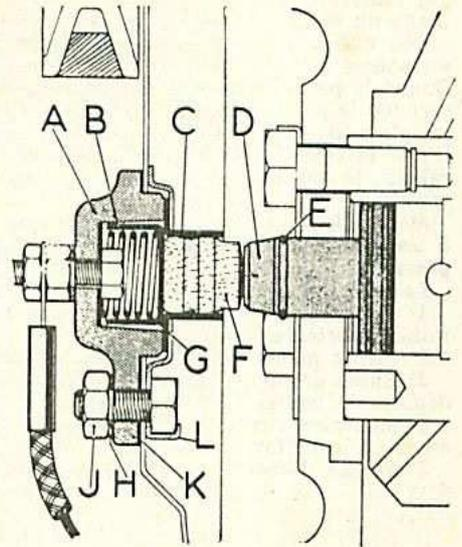

Fig. 6. — Détail de montage du mano-contact
Lorsqu'on établit le contact d'allumage, le piston compensateur (D) (fig. 6) est en position de repos, c'est-à-dire en retrait de l'arbre à cames. Le plot mobile de contact (B) poussé par le ressort (G) établit le circuit à la masse
3° A la butée de piston (F) qui peut être coincée dans le plot fixe de contact (C) (fig. 6). Dans ce cas, déposer le boîtier de mano-contact.
• Débrancher la fiche du fil de mano-contact, située derrière la tôle arrière et déposer le boîtier (A) (fig. 6) après avoir retiré les trois écrous cylindriques (J) et rondelles à crans intérieurs (H).
• Découler le boîtier (A) et à l'aide